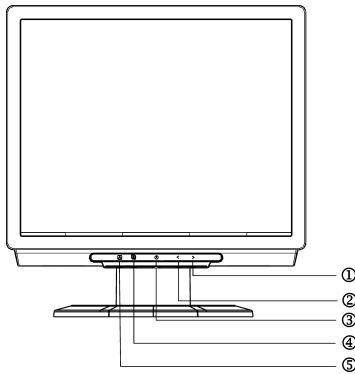

Abb. 3 Externer Regler
3. Halten Sie die linke und rechte Seite des Bildschirms mit beiden Händen und drehen ihn um 90 Grad im Uhrzeigersinn in der Abbildung 3 angezeigt.
Drücken Sie zum Ein- und Ausschalten des Monitors auf die Netztaaste. Die anderen Regler befinden sich auf dem vorderen Bedienfeld des Monitors (siehe Abbildung 3). Durch Ändern dieser Einstellungen kann das Bild wie gewünscht geändert werden.